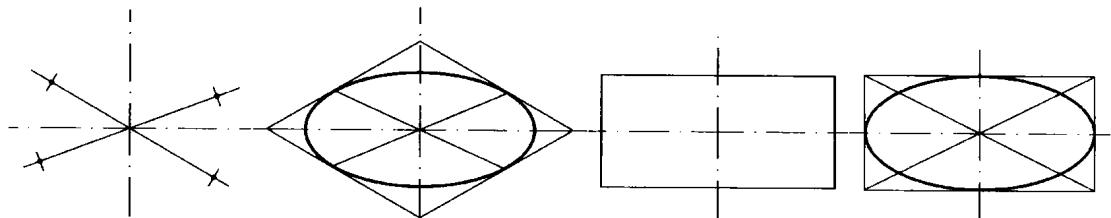

图 1-15 椭圆的画法
②画椭圆时,可利用圆弧与菱形、长方形相切的特点绘制,与圆的徒手画法相似,基本方法如图 1-15 所示。